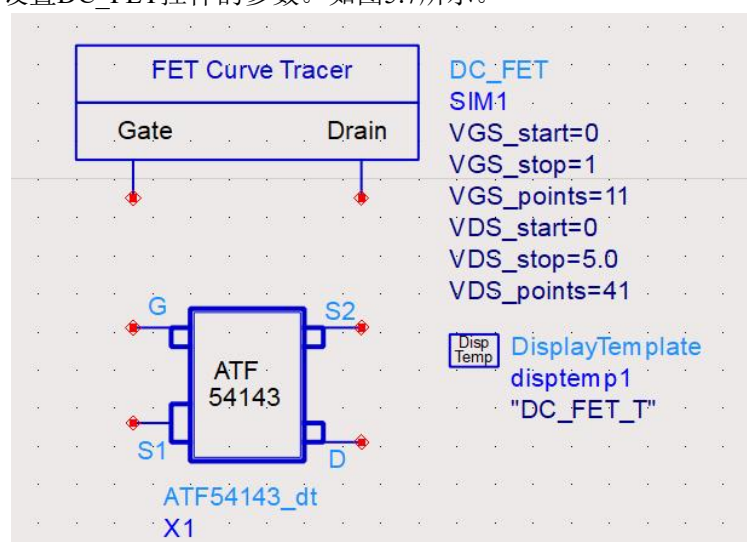
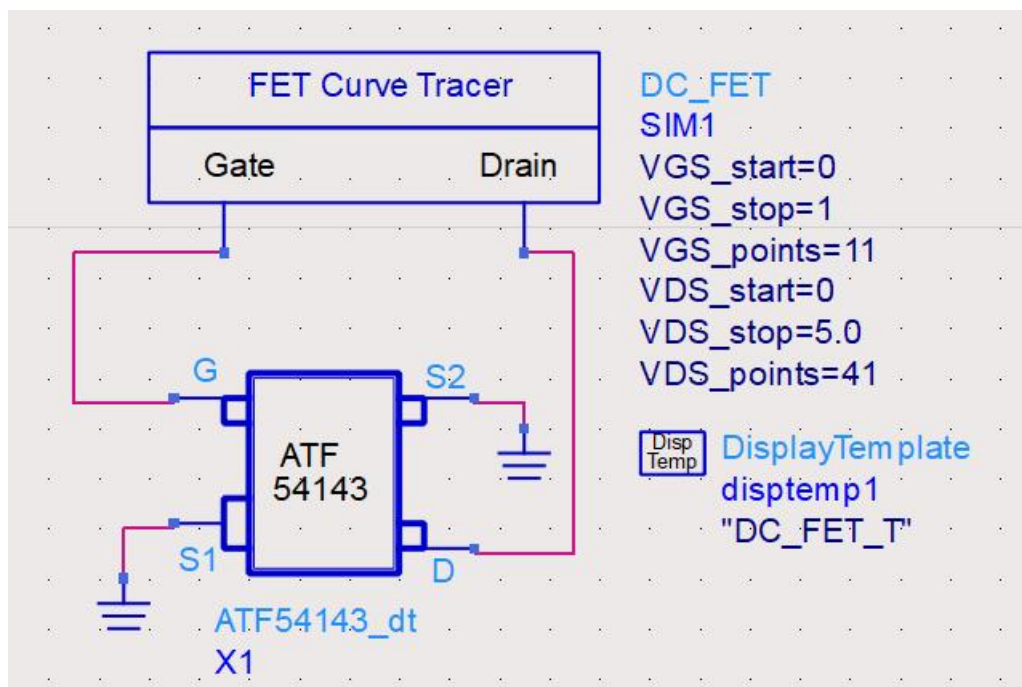

图 5.7
图 5.8
(4) 选择“ATF54143_dt”,右击“Place component”添加至原理图。
(5) 下面需要设置DC_FET控件的参数。如图5.7所示。
(6) 根据图5.7可以设置相关参数并用图标连接原理图，如图5.8所示。
(7) 图5.8中DC_FET中的各项参数设置如下。